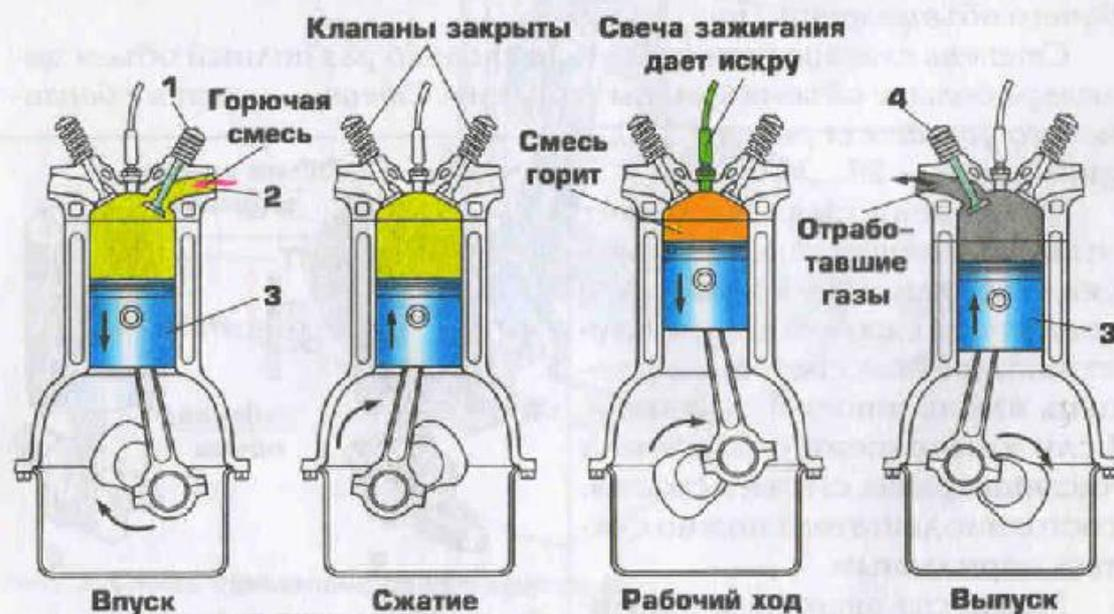

Рис. 5. **Рабочий цикл четырехтактного двигателя:**
**Рабочий цикл четырехтактного карбюраторного двигателя.** Он протекает в одном цилиндре в такой последовательности (рис. 5):